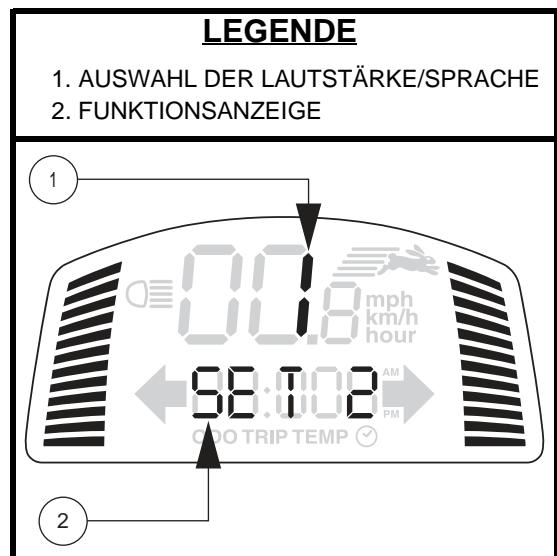

Abb. 5. Anzeige der Lautstärkeeinstellung
HINWEIS: Die Blinker sind so eingestellt, dass sie sich nach 15 Sekunden automatisch abschalten. Während der Blinker aktiv ist, ertönt ein Warnton. Siehe Abbildung 5 für die Einstellung der Lautstärke.
HINWEIS: Wenn die 4-Wege-Blinker blinken, ertönt für die Dauer der eingeschalteten Warnblinker zusätzlich ein Warnton. Siehe Abbildung 5 für die Einstellung der Lautstärke.
- Drücken Sie den **High-Low-Knopf** einmal, um die Geschwindigkeit auf „High“ („Hoch“) einzustellen. Die High-Low-Anzeige wird auf dem LCD-Bildschirm angezeigt. Siehe Abb. 5. Wenn Sie diese Einstellung zusammen mit den Einstellungstasten für die Geschwindigkeit verwenden, kann das Elektromobil Geschwindigkeiten bis zur voreingestellten Maximalgeschwindigkeit des Elektromobils erreichen.
Siehe Abb. 5.
Die Lautstärke der Warnblinker, der Hupe, des Signaltons bei geringer Spannung, der Blinker und der Piepstöne bei Fehlermeldungen kann separat erhöht, reduziert oder ausgeschaltet werden. Siehe Abb. 5.